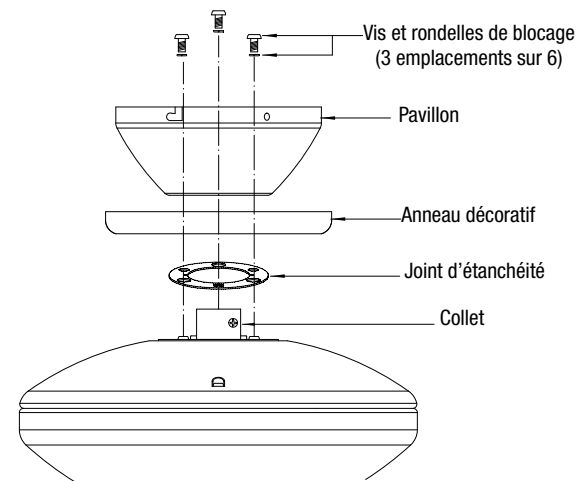

Fig. 8
**Étape 3.** Retirez trois des six vis et rondelles de blocage (une sur deux) du collet situé en haut du moteur (Fig. 8)
**Étape 4.** Placez le pavillon au plafond avec l'anneau décoratif et le joint d'étanchéité par-dessus le collet situé en haut du moteur. Alignez les trous de montage sur ceux du moteur et serrez au moyen des trois vis et rondelles de blocage fournies. (Fig. 8)